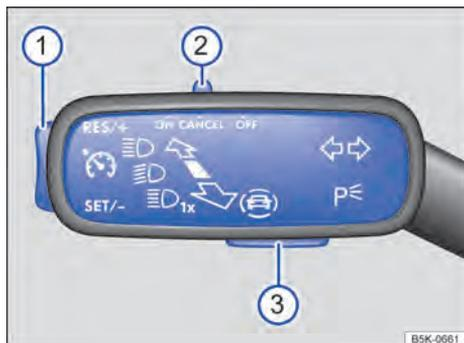

Fig. 116 En el lado izquierdo de la columna de dirección: mando y teclas para manejar el limitador de velocidad.
— Desplace el mando → fig. 116 ② a la posición **ON**.
— Durante la marcha, pulse la tecla → fig. 116 ① por la zona **SET/-**.
Se puede ajustar la velocidad guardada con la tecla → fig. 116 ①:
Mantenga presionada la tecla → fig. 116 ① para modificar ininterrumpidamente la velocidad guardada.
— Desplace el mando → fig. 116 ② a la posición **CANCEL**.
— Pulse la tecla → fig. 116 ① por la zona **RES/+**.
— Desplace el mando → fig. 116 ② a la posición **OFF**.
1. Pulse la tecla → fig. 116 ③.